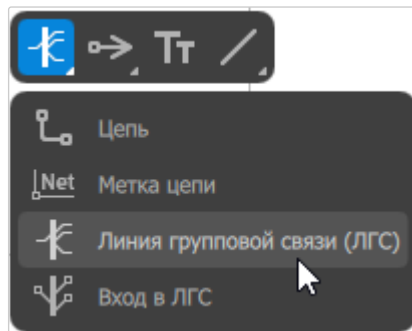

Рисунок 66. Инструмент «Линия групповой связи (ЛГС)» на панели инструментов
- Щелкнуть правой кнопкой мыши по первой кнопке на панели инструментов редактора схем и в раскрывшемся списке выбрать инструмент «Линия групповой связи (ЛГС)» (см. рисунок 66).